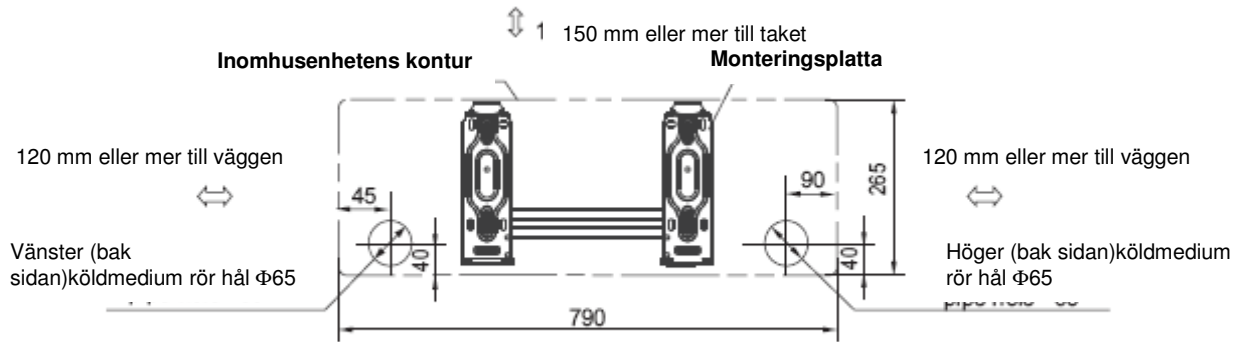

Fig.5
1. Bestäm hålets position enligt ritningen (Fig. 5). Borra ett hål ($\Phi 65$ mm) som sluttar lätt nedåt mot väggens utsida.